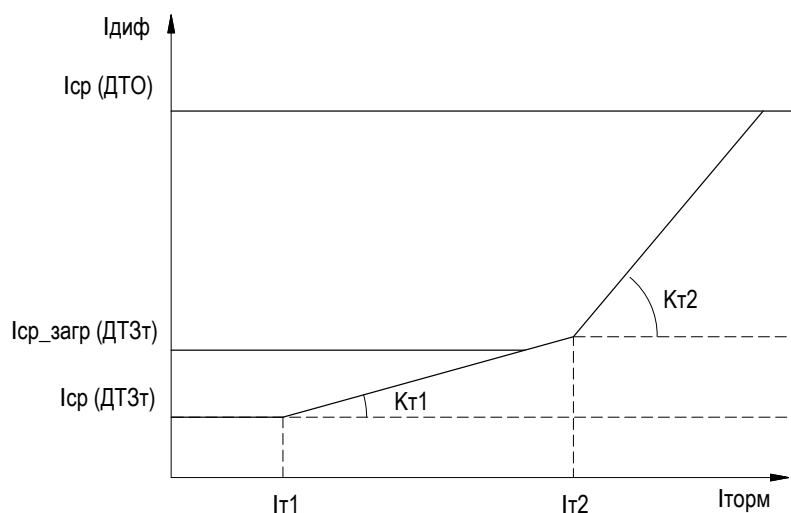

Рисунок 2.1 – Характеристика срабатывания ДТЗт
2.2.4.1 Характеристика срабатывания «ДТЗт» в координатах  $I_{\text{диф}}$  и  $I_{\text{торм}}$  представляет собой ломаную линию (см. рисунок 2.1), состоящую из трех участков. Данная характеристика срабатывания обеспечивает чувствительность «ДТЗт» при малых токах КЗ в зоне действия защиты.
2.2.4.13 При выявлении неисправности в цепях ТТ, что определяется срабатыванием функции «КЦТ» по сторонам трансформатора (см. подраздел 2.3) автоматически увеличивается уровень тока срабатывания горизонтального участка тормозной характеристики для снижения вероятности ложного срабатывания «ДТЗт» в режиме протекания токов нагрузки путем загрузления установки «ДТЗт» до уровня «Iср\_загр» (см. рисунок 2.1).
2.2.5.1 Функция дифференциальной токовой отсечки («ДТО») предназначена для быстрого и селективного отключения повреждений, сопровождающихся большими токами КЗ в зоне действия ДЗТ. Характеристика срабатывания «ДТО» (см. рисунок 2.1) представляет из себя прямую линию, определяемую уставкой «Iср». Функция «ДТО» работает без каких-либо блокировок и не имеет торможения. Срабатывание функции «ДТО» происходит, если дифференциальный ток превышает уставку «Iср» в течении выдержки времени «Tср». Возврат функции «ДТО» происходит, если дифференциальный ток ниже уставки «Iср» с учетом коэффициента возврата («Квоз» равен 0,95).